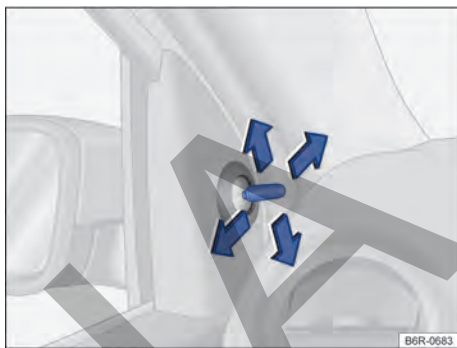

Fig. 78 En las puertas delanteras: mando de ajuste de los espejos retrovisores externos mecánicos.
- Mover el botón de ajuste en el revestimiento de las puertas delanteras → fig. 78.